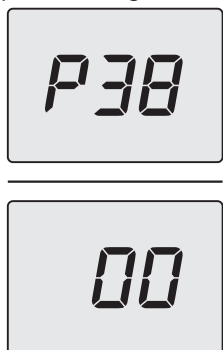

Figura 5.42
- Scorrere i vari parametri utilizzando i tasti 49 (indietro) o 51 (avanti) fino a far apparire sul display LCD le lettere **P38** che si alternano con il valore del parametro (Figura 5.42).